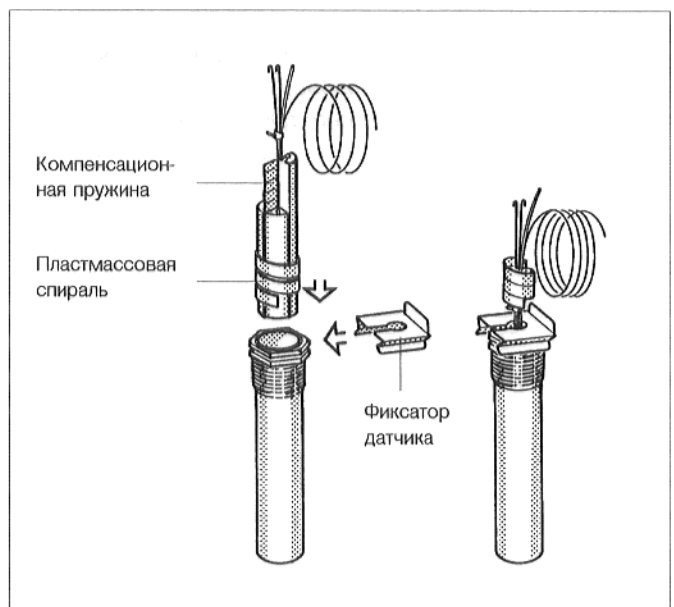

Рис. 15. Погружная гильза и датчик температуры
- Вставить датчик температуры до упора в погружную гильзу. При этом пластмассовая спираль автоматически отходит назад. Компенсационная пружина также должна быть вставлена в погружную гильзу (рис. 15).
- Прижать фиксатор датчика (объем поставки регулятора), с боку или сверху на головку погружной гильзы (рис. 15).